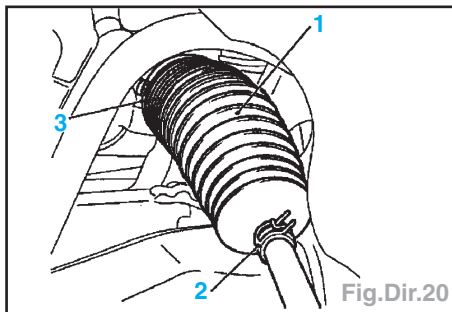

Fig.Dir.20
• la rotule en tenant compte de la longueur (1) et bloquer la rotule avec le contre-écrou, serrer au couple,
- Détacher la bande (3), le collier (2) et tirer le soufflet (1) (Fig.Dir.20).